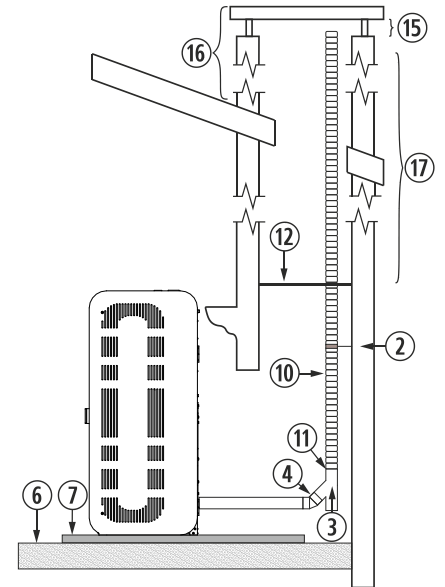

Figura 8
4.27. L'installazione di una stufa ad incasso in un caminetto può essere realizzata in completa totalità in un tubo flessibile, così come è indicato nella figura 8. Dobbiamo prestare speciale attenzione al momento di realizzare l'isolamento tra il caminetto e il tubo di fuoriuscita di gas per evitare possibili arretramenti di gas in caso di tormenta.
②	Collare di fissaggio in acciaio inox.
③	Giunto a "T" a 135° con filtro.
④	Curva a 45°.
⑥	Pavimento in legno.
⑦	Protezione non infiammabile.
⑩	Tubo in acciaio inossidabile flessibile.
⑪	Manicotto d'unione tra flessibile e rigido.
⑫	Isolante anti -arretramento.
⑮	Minimo 200mm.
⑯	Deve superare di 1 metro il tetto.